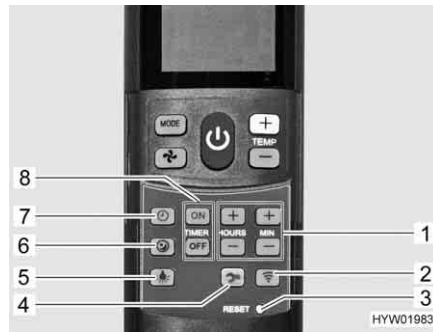

Bild 148 Fjärrstyrning med inställningsknappar (klimatanläggning)
- Tryck på knappen för tyst körning (Bild 148,6). I kyldrift går fläkten med ett lägre varvtal och blir då mycket tystare.
- Tryck på knappen för klocka (Bild 148,7).
- Ställ in timme och minuter med knapparna (Bild 148,1).
- Tryck ner knapp "ON" (Bild 148,8).
- Tryck på knapparna för tidsinställning (Bild 148,1) tills önskat tidsintervall fram till start nås.
- Tryck ner knapp "OFF" (Bild 148,8).
- Tryck på knapparna för tidsinställning (Bild 148,1) tills önskat tidsintervall fram till urkoppling nås.
- Tryck ned knappen "ON" eller "OFF" (Bild 148,8) en gång till.
- Tryck på knappen för belysning (Bild 148,5). Belysningen kopplas in med det senast använda dimningsnivån.
- Tryck in knappen för belysning (Bild 148,5) och håll den intryckt tills önskad ljusstyrka uppnås.
- Tryck på knappen för belysning (Bild 148,5).
- ▷ Setup knappen (Bild 148,4) har uppgiften att ansluta fjärrstyrningen med klimatanläggningen vid den första idrifttagningen.